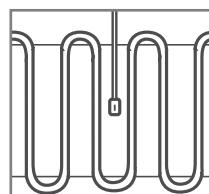
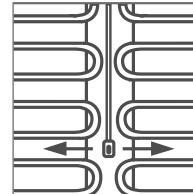

рис. 1
рис. 2
6. Расположите нагревательный мат относительно датчика температуры пола. Установите, расположение датчика должно быть внутри нагревательного маты (рис. 1) или между двумя матами (рис. 2) на равном расстоянии относительно витков греющего кабеля. Не устанавливайте датчик температуры пола между витками нагревательного кабеля (рис. 3).